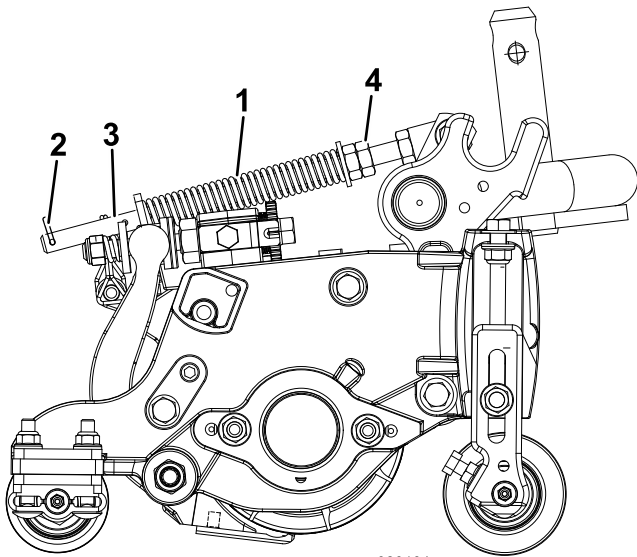

图 11
草坪补偿弹簧 图 11 可将重量从前滚筒转移至后滚筒。这有助于减少草坪的波动图形也称为波浪形或摆动形。
1. 确保发卡销安装在弹簧杆的后孔内 图 11。
2. 拧紧弹簧杆前端的六角螺母直至压缩后的弹簧长度为 127mm (图 11)。